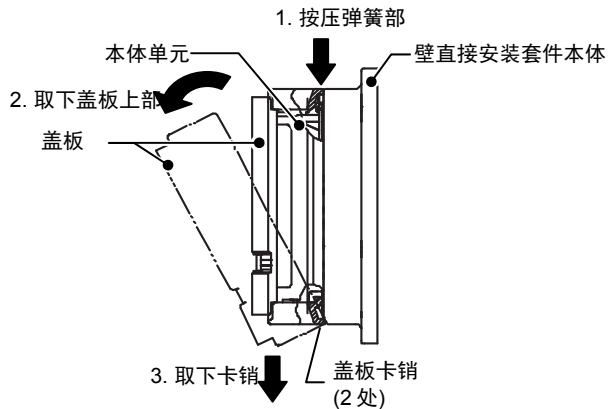
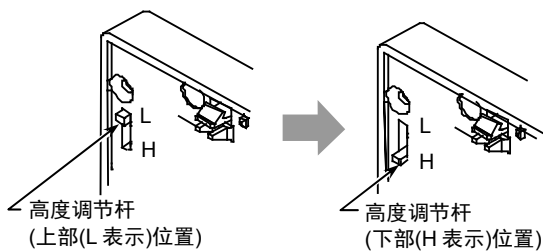

图 9. 盖板的安装、取下
图 12. 高度变更: 把高度调节杆置于下部
- 4) 取下本体的盖板(参考图9), 用4颗本体的附属螺丝(M3、L=16)把本体单元安装在壁直接安装套件本体上。此时, 把本体单元的左右高度调节杆的位置(参考图12)设定在上部(L位置)。
- 5) 把盖板嵌入到本体单元中即安装完成(参考图9)。
- 5) 取下本体的盖板(参考图9)、用本体的4颗附属螺丝(M3、L=16)把本体单元安装在隔热板安装用套件上。此时, 把本体单元的左右高度调节杆的位置(参考图12)设定在上部(L位置)。
- 6) 把盖板嵌入到本体单元中即安装完成(参考图9)。